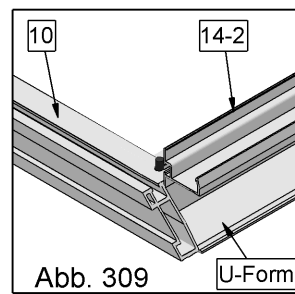

Abb. 309
1. Montieren Sie die beiden Eckpfosten Nr. 14 an den äußeren Enden der Grundschiene Nr. 10, wie in Abbildung 306 gezeigt. Die Abbildung 309 zeigt die Ausführung der Version mit Basisrahmen.